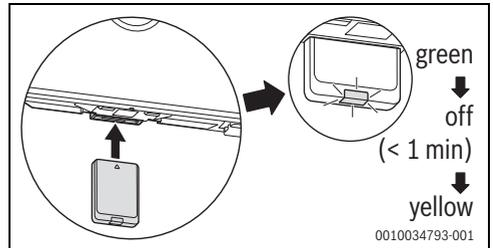

Bild 4
- ▶ Aus dem Internet die App HomeCom Easy laden (→ Bild 4 auf Seite 4)